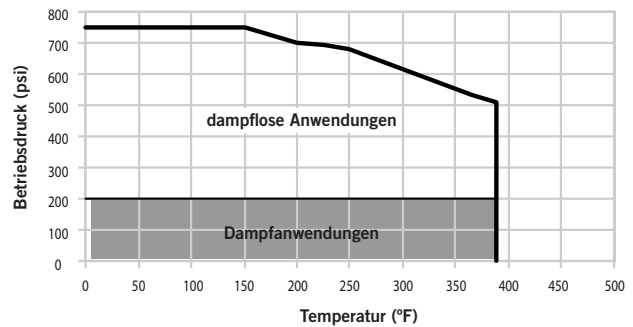

Abbildung 1: Schedule-40- und 80- und äquivalente metrische Kohlenstoffstahlrohre und Schedule-40S-Edelstahlrohre
- Für dampflose Anwendungen mit Schedule-40- und 80- und metrischen Kohlenstoffstahlrohren äquivalenter Stärke oder Schedule-40S-Edelstahlrohren sind Verbindungen, an denen die Kupplung vom Typ 870 verwendet wird, je nach maximaler Systemtemperatur für Betriebsdrücke von Hochvakuum (29,9 Zoll Hg/760 mm Hg) bis zu 740 psi/5102 kPa geeignet. Siehe Abbildung 1 für spezifische Druck-/Temperaturwerte.